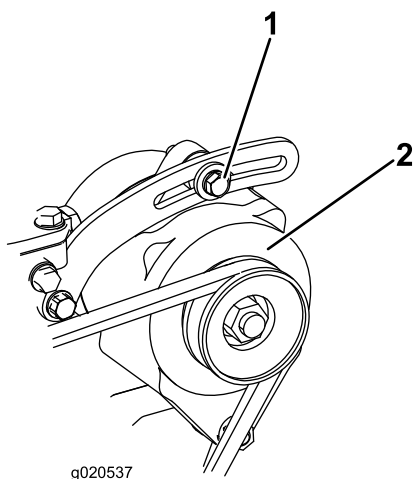

Figura 65
2. Allentate i bulloni di montaggio dell'alternatore (Figura 65).